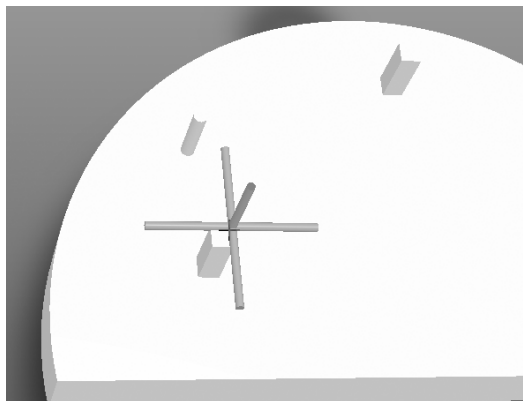
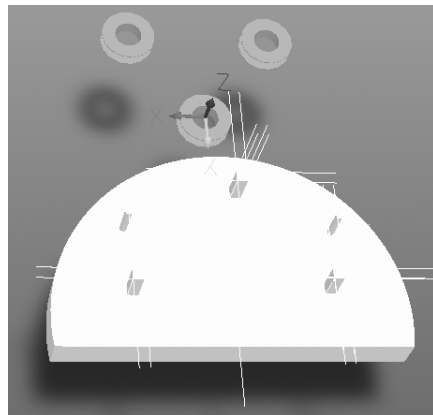

图 11-65 选择基准
图 11-66 添加基准线
1) 单击菜单栏中的“工具”→“3D 体放置”→“从顶点添加捕捉点”命令，在 3D 体上单击，捕捉基准点，如图 11-65 所示，添加基准线，如图 11-66 所示。